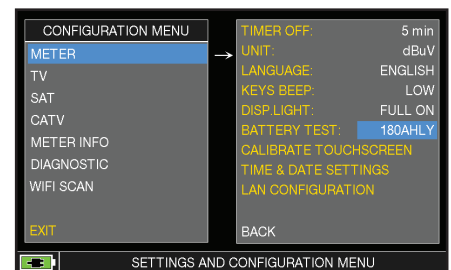

FIG. 3\*
3. Pour vérifier le résultat du test, entrer de nouveau dans «METER», sélectionner la fonction «BATTERY TEST» et lire le résultat : par exemple 380 CHLY = 380 MINUTES (Fig.3). Le «Y» de «YES» confirme que la batterie est encore suffisamment chargée, mais le «N» de «NO» indique qu'elle est peut-être en panne ou trop détériorée, ou que le cycle a été interrompu.